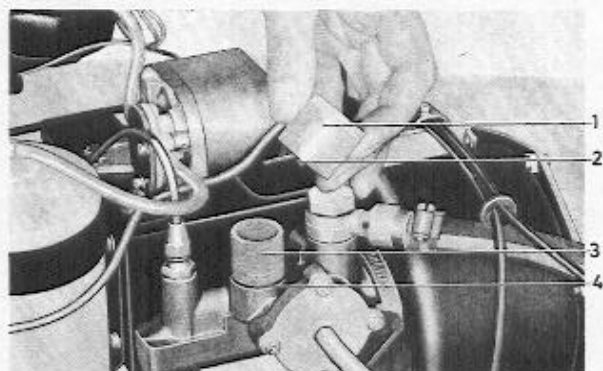

Abb. 87 Auswechseln des Filtereinsatzes
Der Einsatz ist nach Ausbau des Filtergehäuses zugänglich. Bei der früh. Ausführung wird der Spannbügel seitlich abgedrückt, bei der spät. Ausführung (Abb. 87) eine Befestigungsschraube gelöst. Das Gehäuse ist bei Filterwechsel zu reinigen, der Einsatz dagegen stets zu erneuern. Festzug der Befestigungsschraube (2) auf 0,3–0,4 mkp.
6. Neuen Luftfiltereinsatz einbauen. Filtergehäuse mit neuer Dichtung aufsetzen und mit dem Spannbügel festklemmen. Bei einem Luftfilter spät. Ausf. (Abb. 87) wird die Befestigungsschraube auf 0,3–0,4 mkp angezogen.